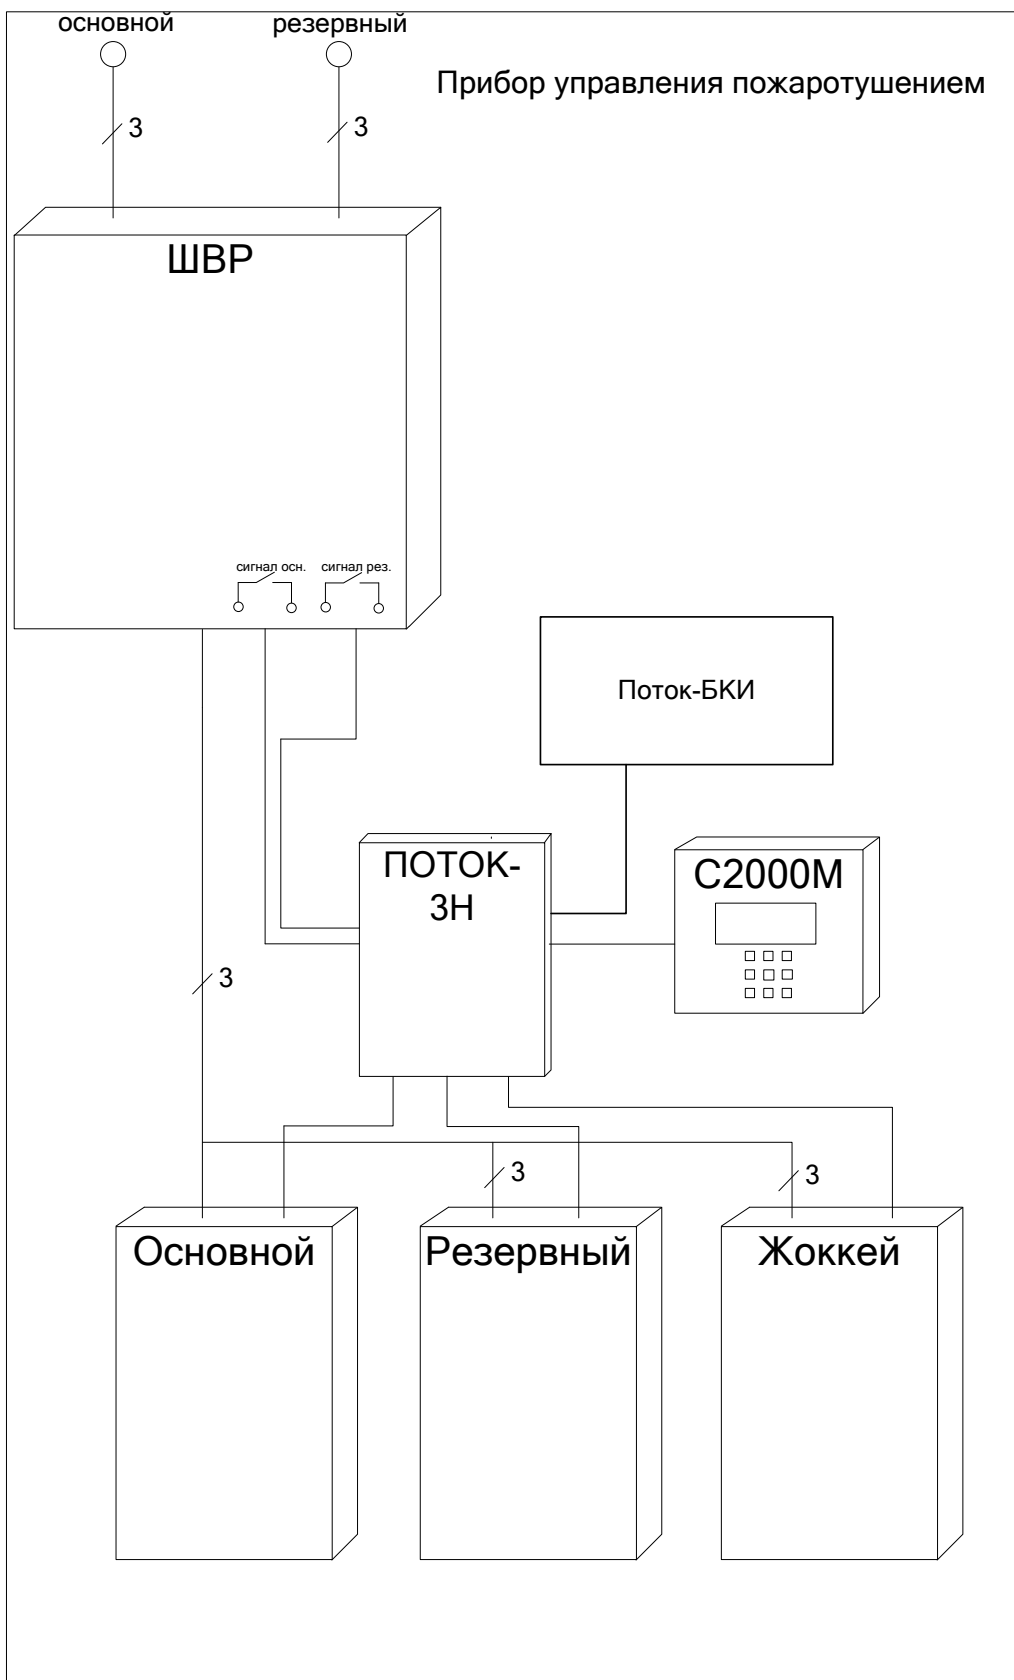

Рисунок 1. Схема подключения к ШВР-250.
2.26 Питание ППУ осуществляется от источника трехфазной сети переменного тока 380 В через шкаф ввода резерва «ШВР-250», который имеет два ввода. «ШВР-250» обеспечивает автоматическое переключение с основного ввода на резервный при пропадании на основном вводе, и обратно (см. рисунок 1.)